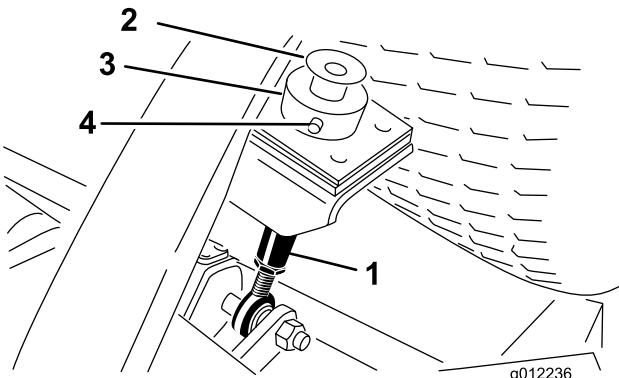

Figura 25
3. Retire o contrapino tipo grampo e pino de segurança que fixam o anel da altura de corte à barra de altura de corte na parte posterior da unidade de corte (Figura 25). Retire o anel da altura de corte.
2. Retire o parafuso e anilha montados na parte superior de cada barra de altura de corte (Figura 25).